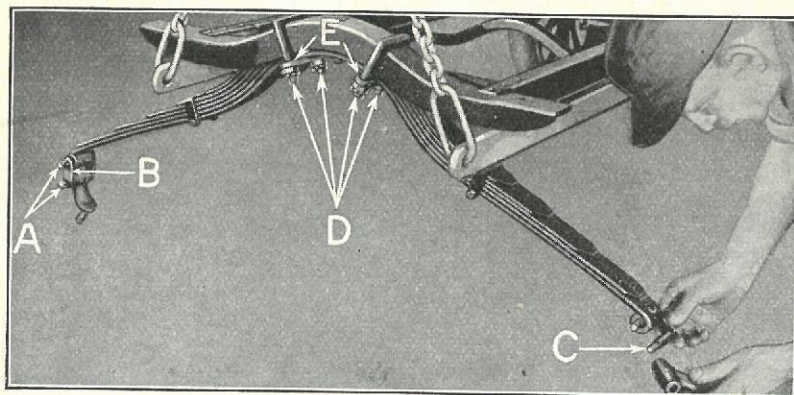

Fig. 56
- (a) Udtag Hængselboltene (Fig. 56-A) og Hængebolt-Spændestykkerne, »B« Fjeder-Støtterne og Hængslerne kan da udtages som vist ved »C«.
- (a) Stik Hægeboltene gennem Fjeder og Fjederstøtte (Fig. 56-C).